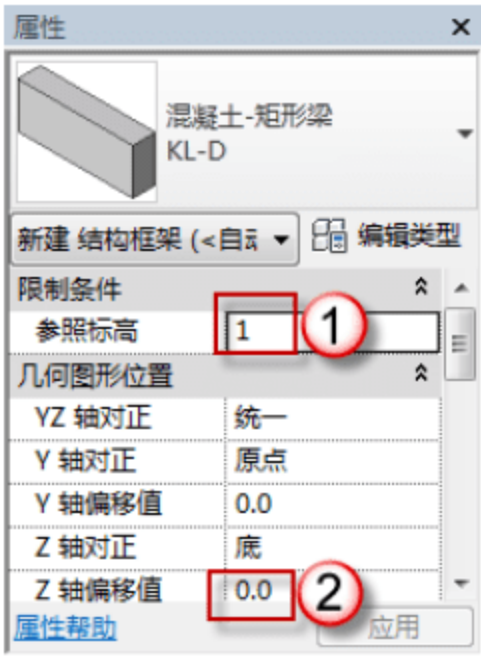
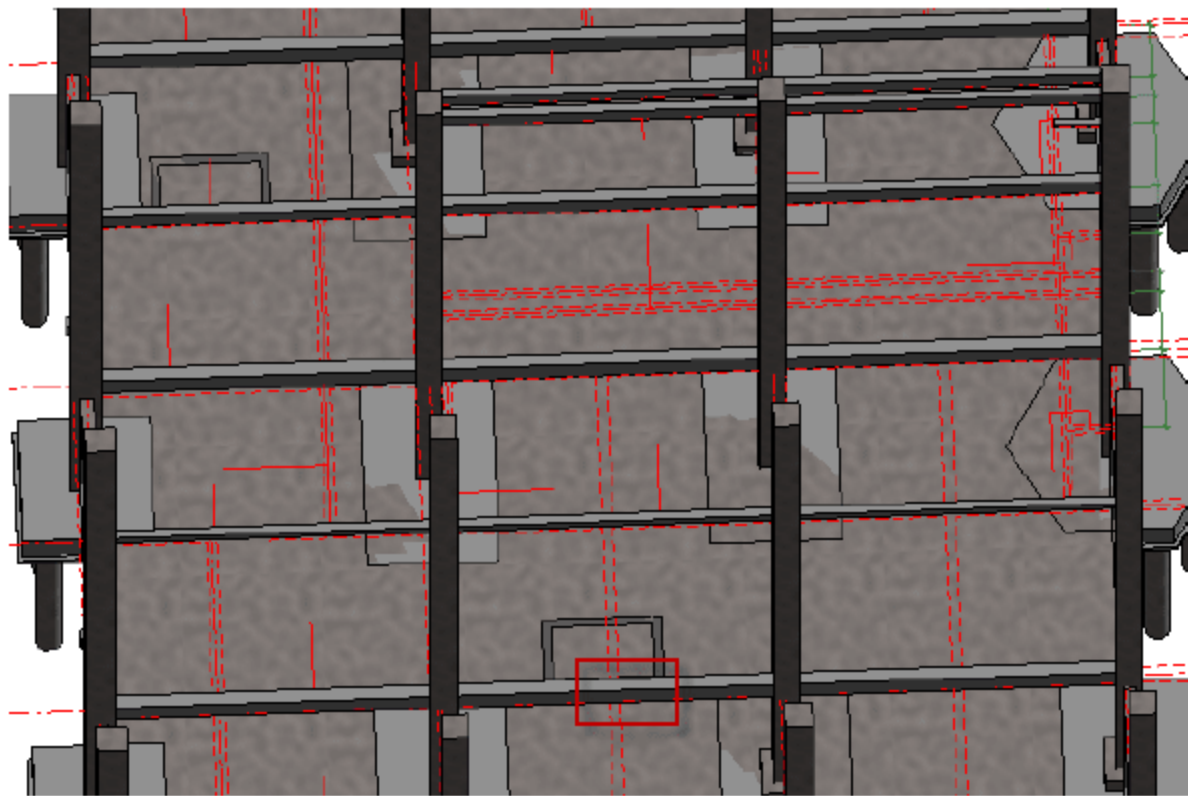

图 3.2.40 设置 Z 轴偏移值
图 3.2.41 绘制 KL-D
(19) 绘制 KL-D。选择“结构”→“梁”命令，在“属性”面板中调整参数标高 1，Z 轴偏移值为 0，如图 3.2.40 所示。找到 KL-D 的位置从一侧向另一侧绘制，如图 3.2.41 所示。